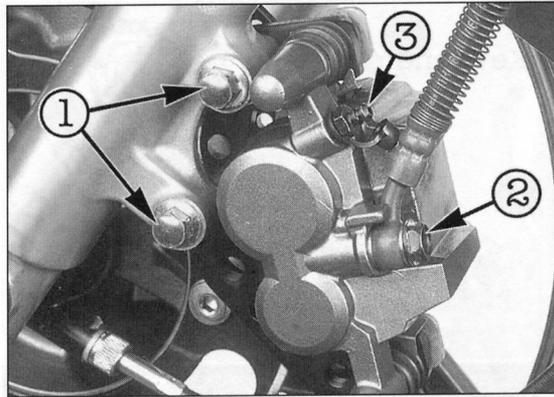

Bild 64
- Befestigungsschrauben ① Bild 64 ausdrehen und Bremssattel von Scheibe abnehmen.
- Bremssattel mit Halter an Gabelbein befestigen (Schrauben ① Bild 64; 34 Nm).